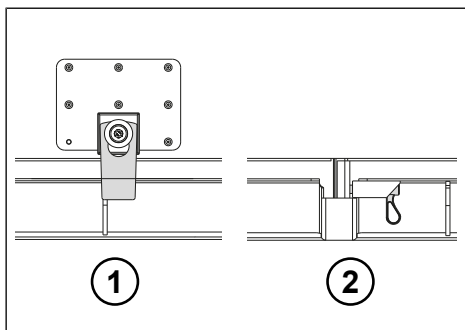

Fig. 6-20: Sécurité
- ▶ Détacher le loquet de verrouillage/le doigt à ressort (voir "Fig. 6-20: Sécurité", p. 70).